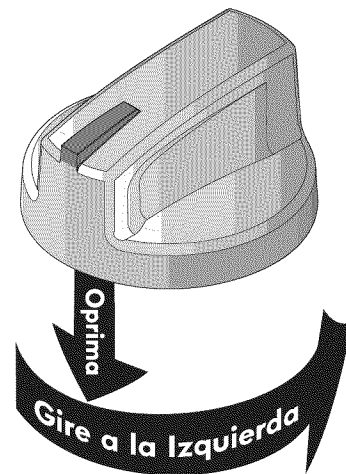

Figura 2
2. Oprima la perilla de control del quemador hacia adentro y gírela a la izquierda alejada de la posición 'OFF' (Apagado) (vea la Figura 2).